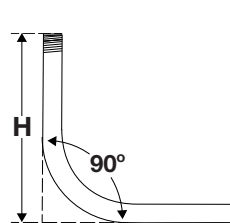

Figure 22
1. Faire la MARQUE 1 en mesurant la longueur de la colonne cible (H). (Fig. 22)